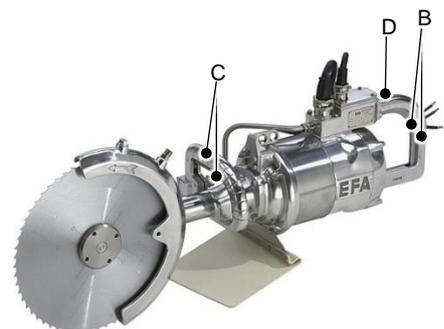

Abb. 6.2 – Schalterbetätigung
**EFA SK 40 E** - s. Abb. 6.2 -